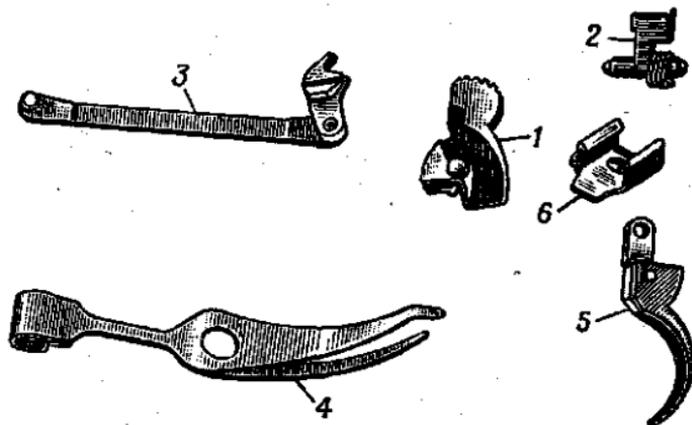

Рис. 31. Части ударно-спускового механизма:
26. Ударно-спусковой механизм (рис. 31) состоит из курка, шептала с пружиной, спусковой тяги с рычагом взвода, боевой пружины, спускового крючка, задвижки боевой пружины